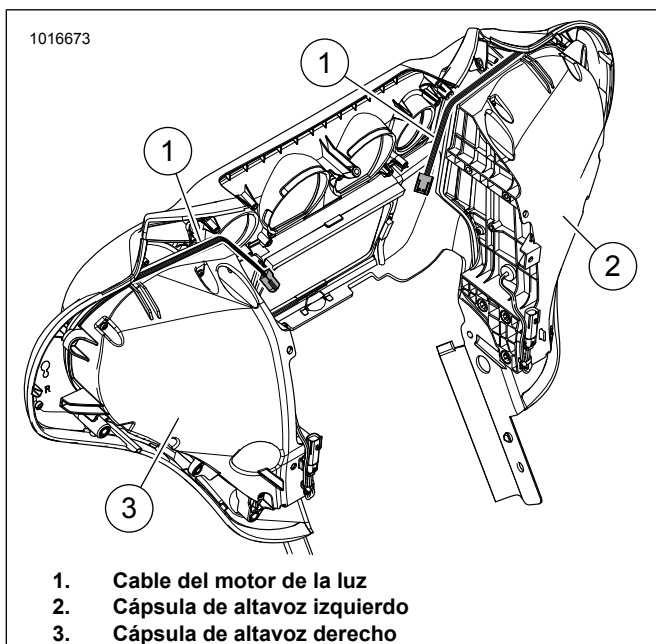

Figura 5. Fuselaje FLH
8. Consulte la Figura 5. Pase el cable del motor de la luz (1) como se muestra. Asegure el cable con una correa de cables.